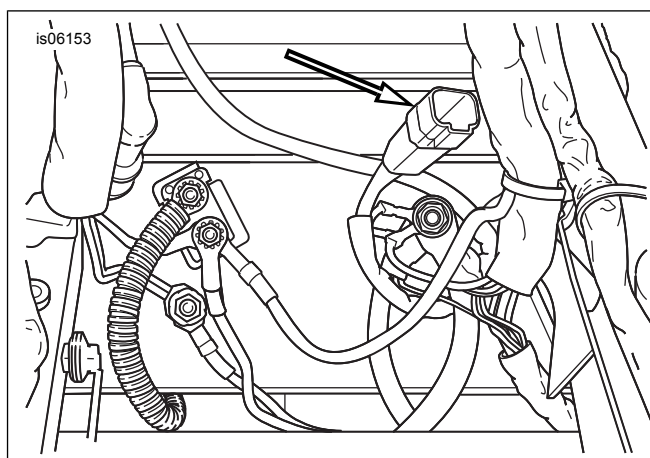

Figura 2. Posizione del connettore degli accessori [4] sotto la sella
4. Prelevare il cablaggio adattatore (7) dal kit. Consultare Figura 2. Individuare il connettore per accessori a quattro vie [4] nella zona sotto la sella. Rimuovere il tappo dal connettore degli accessori.